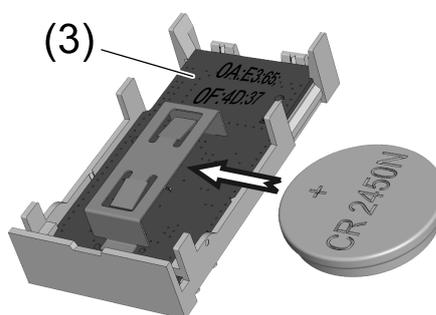

рисунок 3: Установка аккумулятора
- Вставить аккумулятор в держатель (рисунок 3). При этом соблюдать полярность: положительный полюс аккумулятора должен находиться сверху.
- Записать MAC-адрес (3) (рисунок 3). Адрес потребуется для присвоения насадки.
- Ввести MAC-адрес (3) (рисунок 3) в поле ввода.